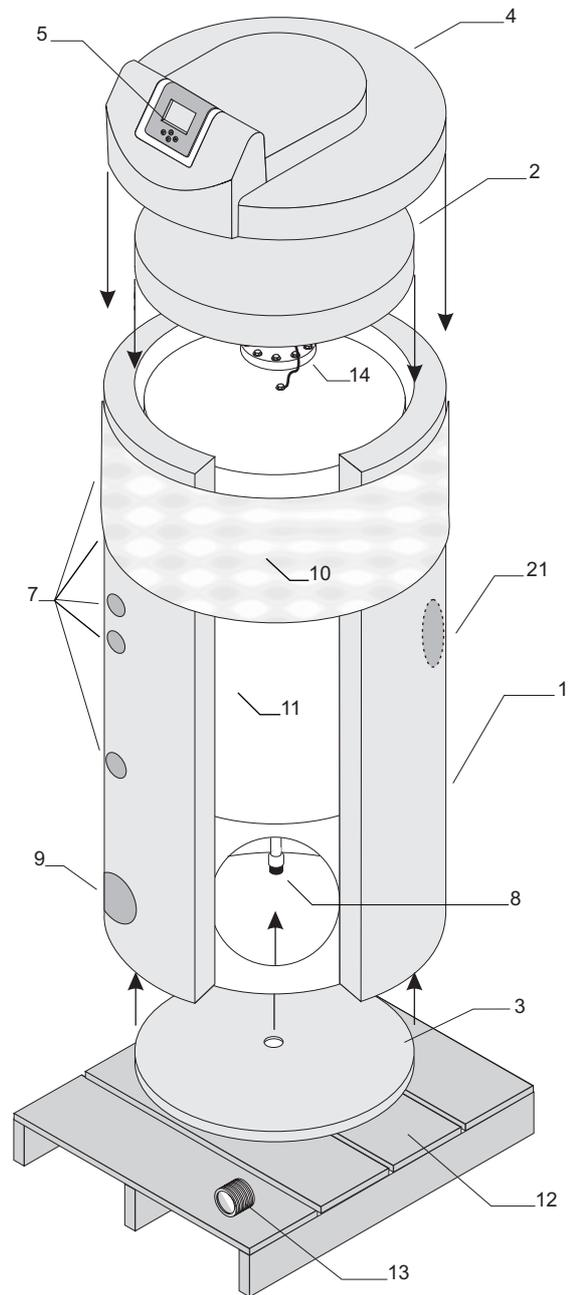

Bild 19 Aufbau SECUSOL- Speicher
3.3 Speicher aufstellen (Bild 19)
- Befestigen Sie die VL-Gruppe mit der Überwurfmutter (3) am Solarvorlauf des Speichers (7). Flachdichtung (2) nicht vergessen! Sie können die Kollektorkreisleitung (6) wahlweise im 90°- oder im 180°-Winkel vom Speicheranschluss weiterführen, indem Sie die Klemmringverschraubung (4) mit dem KFE-Hahn (3) austauschen.
- Vergewissern Sie sich, dass die Bodendämmung bereits installiert ist (Bild 19, Teil (3)).
- Befestigen Sie das Anschlussstück (13) mit der Flachdichtung (12) am Rücklaufanschluss des Speichers (11).
- Montieren Sie dann die Umwälzpumpe (15) der Rücklaufgruppe am Anschlussstück (13) mit der Flachdichtung (14).
- Bei Betriebsstörungen kann es zu Flüssigkeitsabgaben aus dem Sicherheitsventil (16) kommen. Um ein Durchrinnen der Speicherisolation zu verhindern, empfehlen wir die bauseits zu erstellende Ableitung der Flüssigkeit mit z.B. Cu22x1-Rohr durch die untere hintere Belüftungsöffnung der Isolierung.
- (Nur SECUSOL 250) Wenn die Nachheizung des Trinkwassers über einen Öl- oder Gaskessel erfolgen soll, nutzen Sie bitte den im Solarspeicher integrierten Nachheizwärmetauscher (5). Wir empfehlen den Nachheizvorlauf (7) mit dem Vorlauf des Nachheizwärmetauschers (8) und den Nachheizrücklauf (1) mit dem Rücklauf des Nachheizwärmetauschers (6) zu verbinden. Als Rohranschlussverbindungen (2-4) Zubehör (siehe Tab. 4) verwenden. Bei der Installation des Nachheizgerätes beachten Sie bitte die Hinweise der Geräteherstellers. Montieren Sie den Nachheiztemperaturfühler am oberen Ende der Klemmleiste (9).
- Als Option ist ein elektrischer Einschraubheizkörper (10) erhältlich, der alternativ in die 1½"-Muffe (11) montiert werden kann!
- Dazu PVC-Perforation (DN 110) in der Manteldämmung (siehe Bild 19) mit dem Messer auftrennen, Schaumstopfen entnehmen, E-Heizstab in Muffe einschrauben und elektrisch anschließen. Die dem Einschraubheizkörper beiliegende Montageanleitung beachten!
Regler befestigen (Bild 19, 25 und 26)
- Vor Montage des Solarreglers fügen Sie bitte die Deckeldämmung (2) nach Bild 19 in die noch geöffnete Manteldämmung (1) ein und setzen die Speicherhaube (4) lose auf den Speicher.
Speicherdämmung (Bild 19)